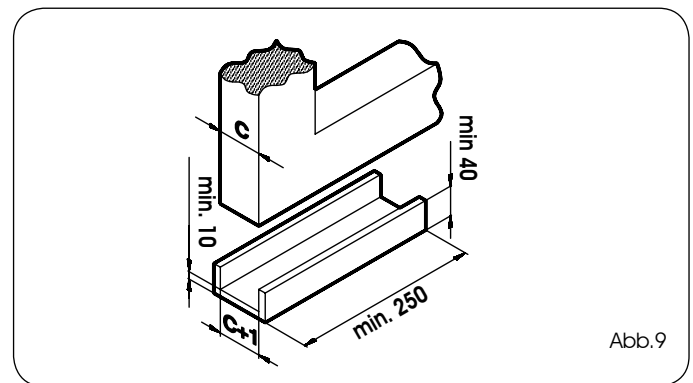

Abb.9
1) Den Führungsbügel des Tors mit einem U-Profil mit den Abmessungen laut Abb. 9 herstellen.